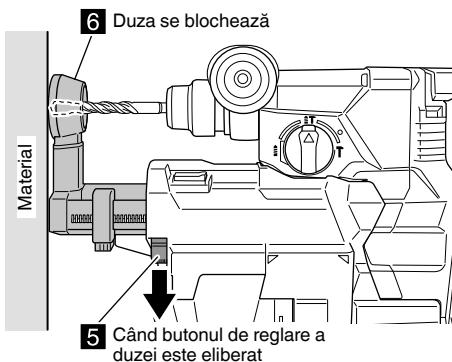

Fig. 7
(4) Eliberați butonul de reglare a duzei pentru a bloca poziția duzei. (Fig. 7)